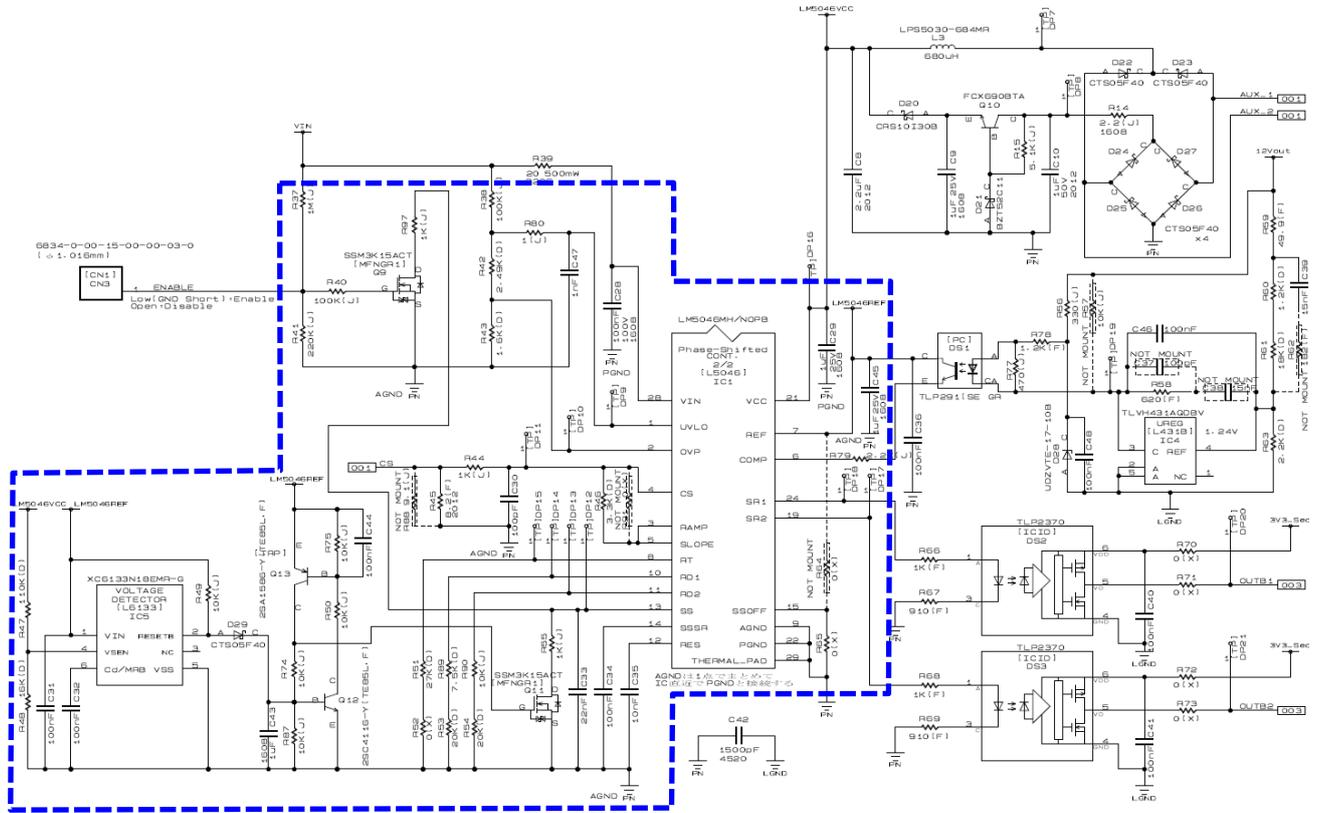
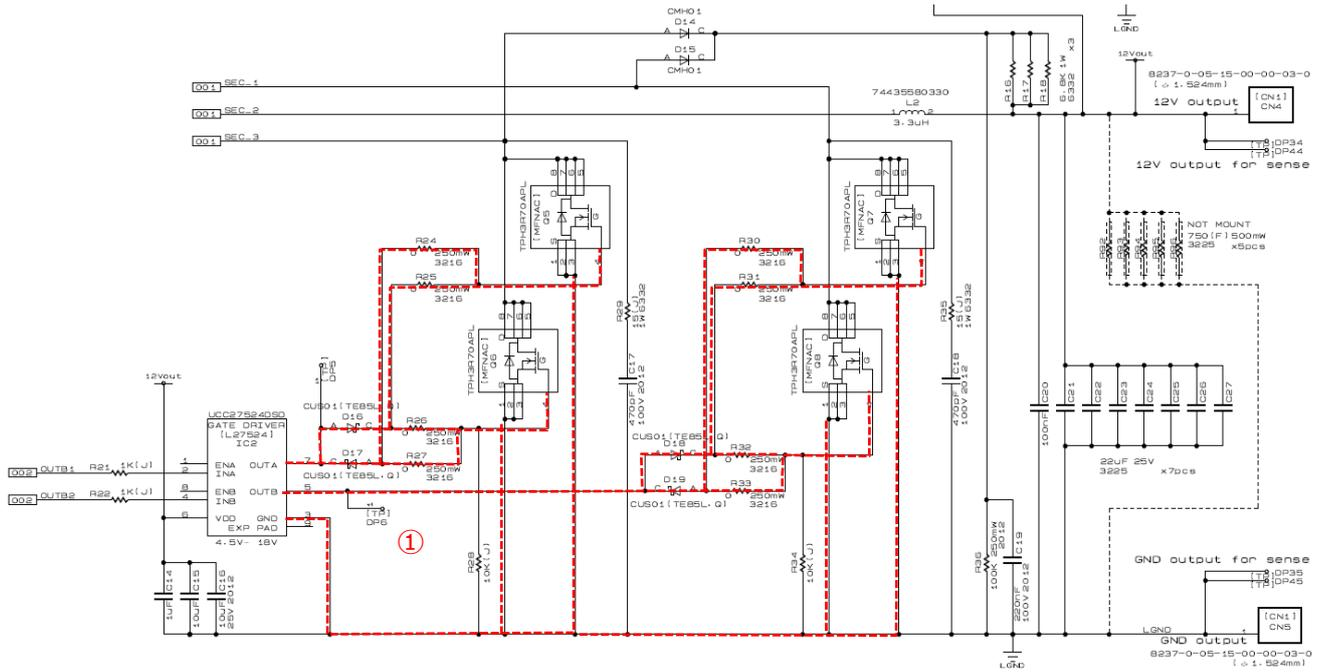

図 3.1 PSFB 回路(コントローラ周辺)
図 3.5 PSFB 回路パターン設計注意点 2
PSFB 回路周辺の PCB 設計の注意点を説明します。図 3.1 に PSFB 回路(コントローラ周辺)、図 3.4 に PSFB 回路パターン設計注意点 1、図 3.5 に PSFB 回路パターン設計注意点 2 を示します。コントローラ周辺のレイアウトは PSFB PWM コントローラのデータシート、関連書類などを参照してください。
2. 図 3.1 に記載している青色点線内部の部品は PSFB PWM コントローラの近傍に配置します。